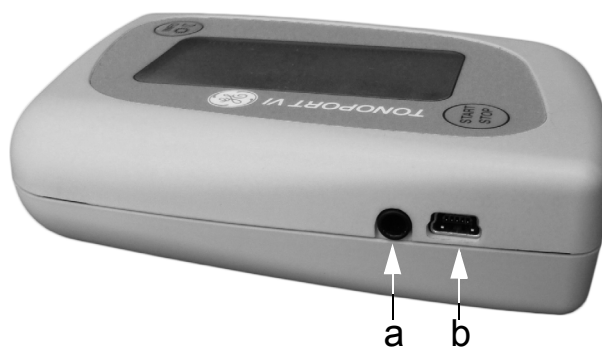

Fig. 5-1 Aansluitingen voor pc-kabel
- via kabel 2001589-040, als de USB-poort van TONOPORT VI wordt gebruikt (**b** Fig. 5-1)
- via kabel 2001589-011, als de seriële poort van TONOPORT VI wordt gebruikt (**a** Fig. 5-1)
Om de USB-poort van TONOPORT VI (b, Fig. 5-1) te kunnen gebruiken, moet u de USB-driver installeren en de communicatie als volgt controleren.